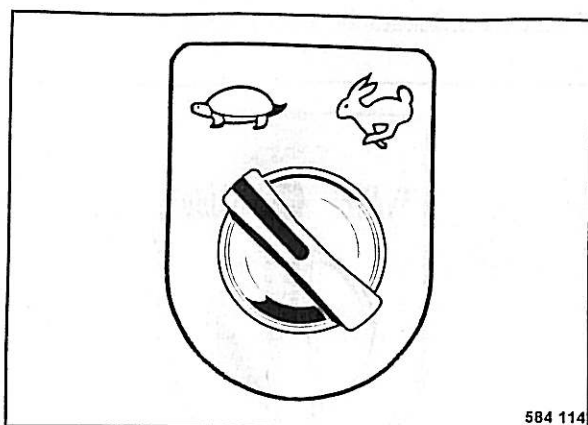

Fig. 40
- Preseleccionar el nivel de marcha deseada (Fig. 40).